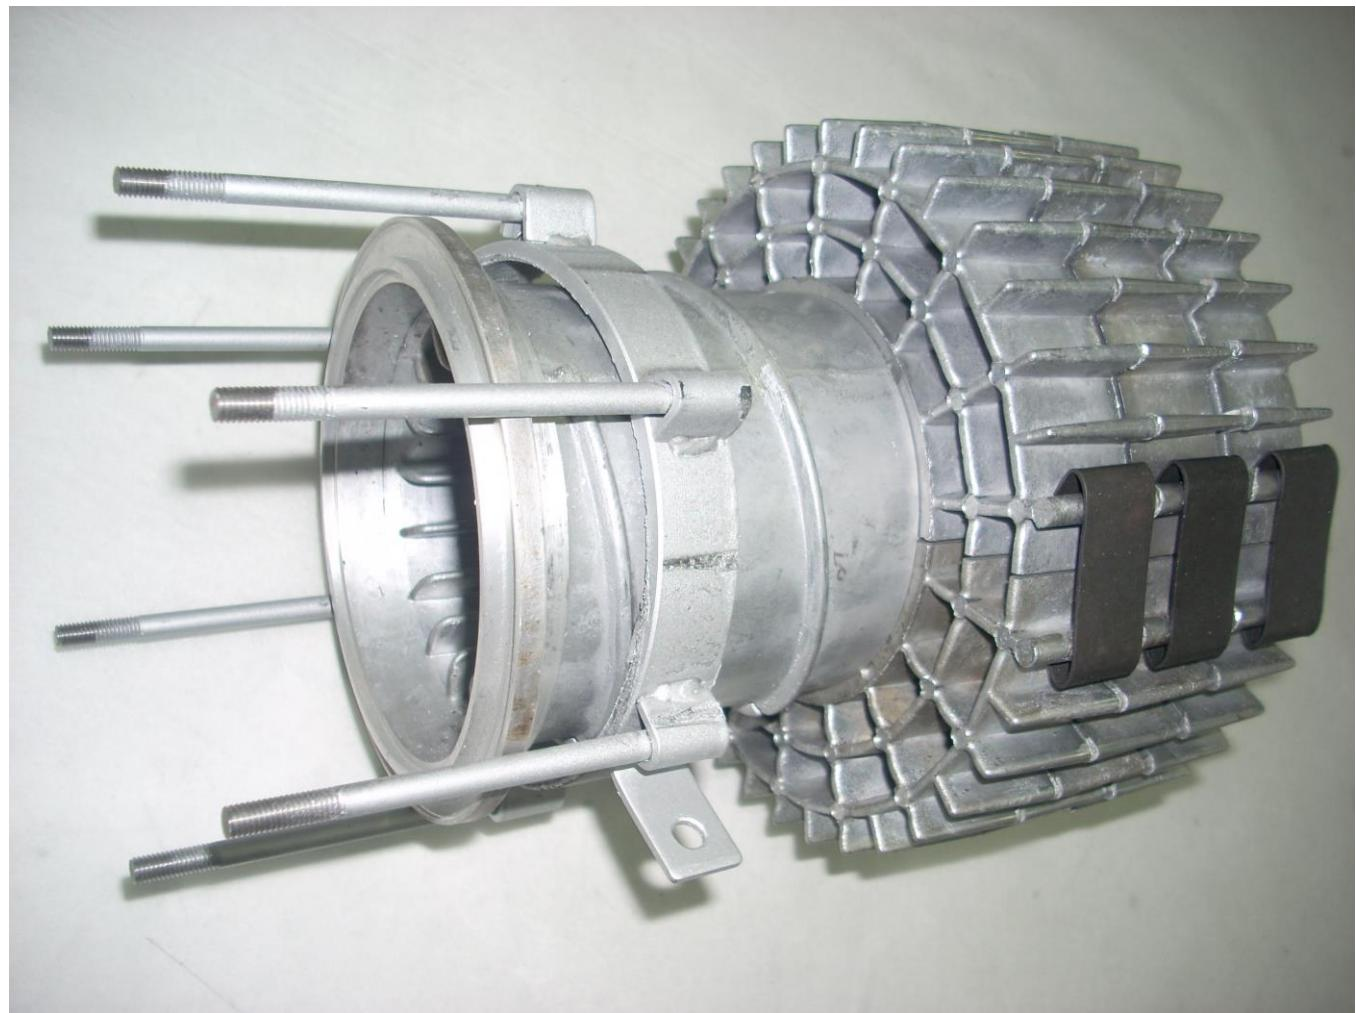

Рис.12 – Теплообменник в сборе с радиаторами и кольцом.
Теплообменник (рис. 12) предназначен для передачи тепла от горячих газов, образовавшихся от сгорания топливовоздушной смеси к радиаторам, которые в свою очередь передают тепло воздушному потоку, проходящему вдоль ребер радиаторов.
- проверить герметичность соединения между корпусом топливного насоса и входным штуцером (см. рис.12). Проверку производить воздухом давлением не более 1кгс/см2. Давление подводить со стороны входа при этом выходной штуцер заглушить. Если соединение негерметично необходимо заменить прокладку в штуцере (см. рис 12).